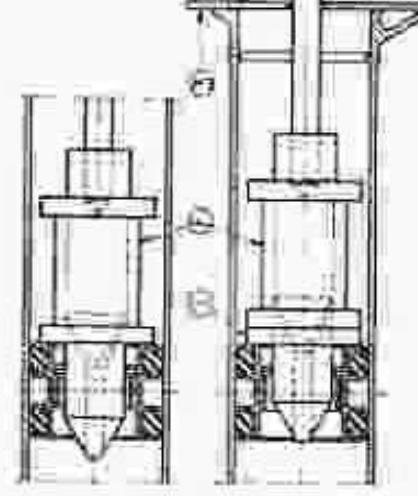

FIG. 12. — INTRODUCTION DANS LE CONTENEMENT
* Fixer temporairement l'intérieur du tube pour faciliter le placement de la cage de roulement (1) FIG. 12.